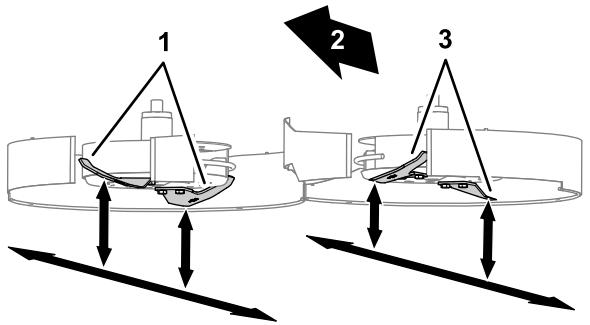

図 125
3. 片方のウイングブレードを一番前側の位置に出す図 125。